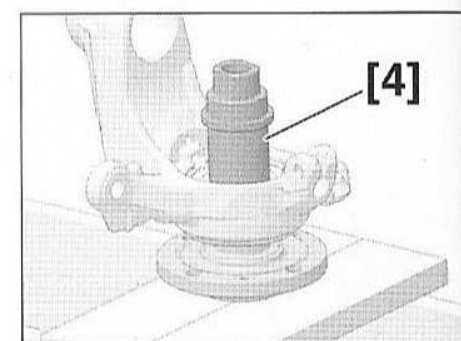

FIG.33
- Placer le moyeu sous le pivot puis à l'aide de l'outil [4] et de la presse, enfoncer le pivot sur le moyeu jusqu'en butée (Fig.33).